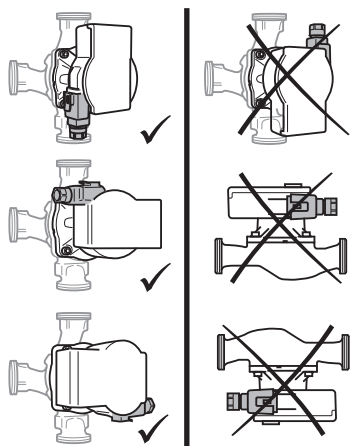

Fig. 2: Montavimo padėtys
- Montavimo vieta turi būti pasirenkama atsižvelgiant į leidžiamą montavimo padėtį (Fig. 2).
- Turi būti atsižvelgiama į leidžiamą siurblio montavimo padėtį (Fig. 2), jeigu reikia pasukamas variklio korpusas (2+6).